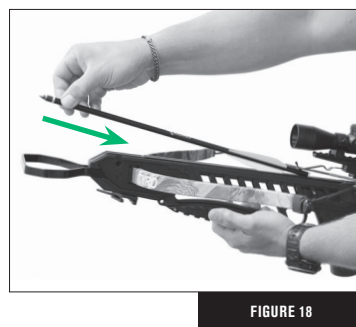

FIGURE 18
4. Placez la flèche/le carreau de manière à ce que la penne/l'empennage d'armement (penne/empennage de couleurs variées) soit dans la rainure de lancement. (Fig. 18)
5. Saisissez la flèche près de sa pointe à l'extrémité opposée à l'empennage. L'arbalète peut être chargée en gardant les mains et toutes les parties du corps hors de la trajectoire de la corde et dans la zone de chargement sécuritaire (Fig. 18). Gardez vos mains, vos doigts et toutes les autres parties de votre corps hors de la trajectoire de la corde et des câbles en tout temps. L'arbalète est conçue de façon à ce que l'utilisateur n'ait jamais besoin de placer une partie de son corps dans la trajectoire de la corde de l'arbalète. Le non-respect de cet avertissement peut causer des blessures graves ou la mort.
6. Glissez la flèche/le carreau vers le boîtier de la gâchette, sous le ressort de rétention de la flèche/du carreau, jusqu'à ce que la flèche/le carreau repose entièrement sur la corde. (Fig. 18)